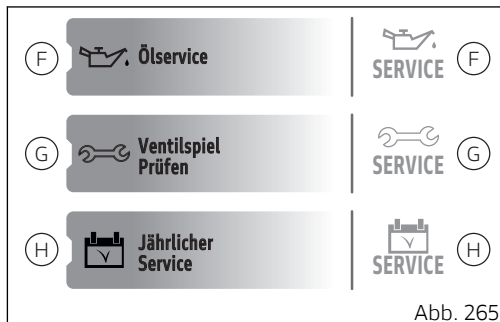

Abb. 265
Wurde der Schwellenwert der Inspektionen erreicht, wird bei jedem darauf folgenden Einschalten der Zündung 5 Sekunden lang die entsprechende Warnanzeige in Rot und im Großformat (A) im Cockpit angezeigt, daraufhin schaltet die Anzeige auf das Kleinformat (B) um: „Ölservice“ (F), „Ventilspiel Prüfen“ (G) und „Jährlicher Service“ (H). Auf der Abbildung (Abb. 265) sind die Inspektionen links im Großformat und rechts im Kleinformat dargestellt.